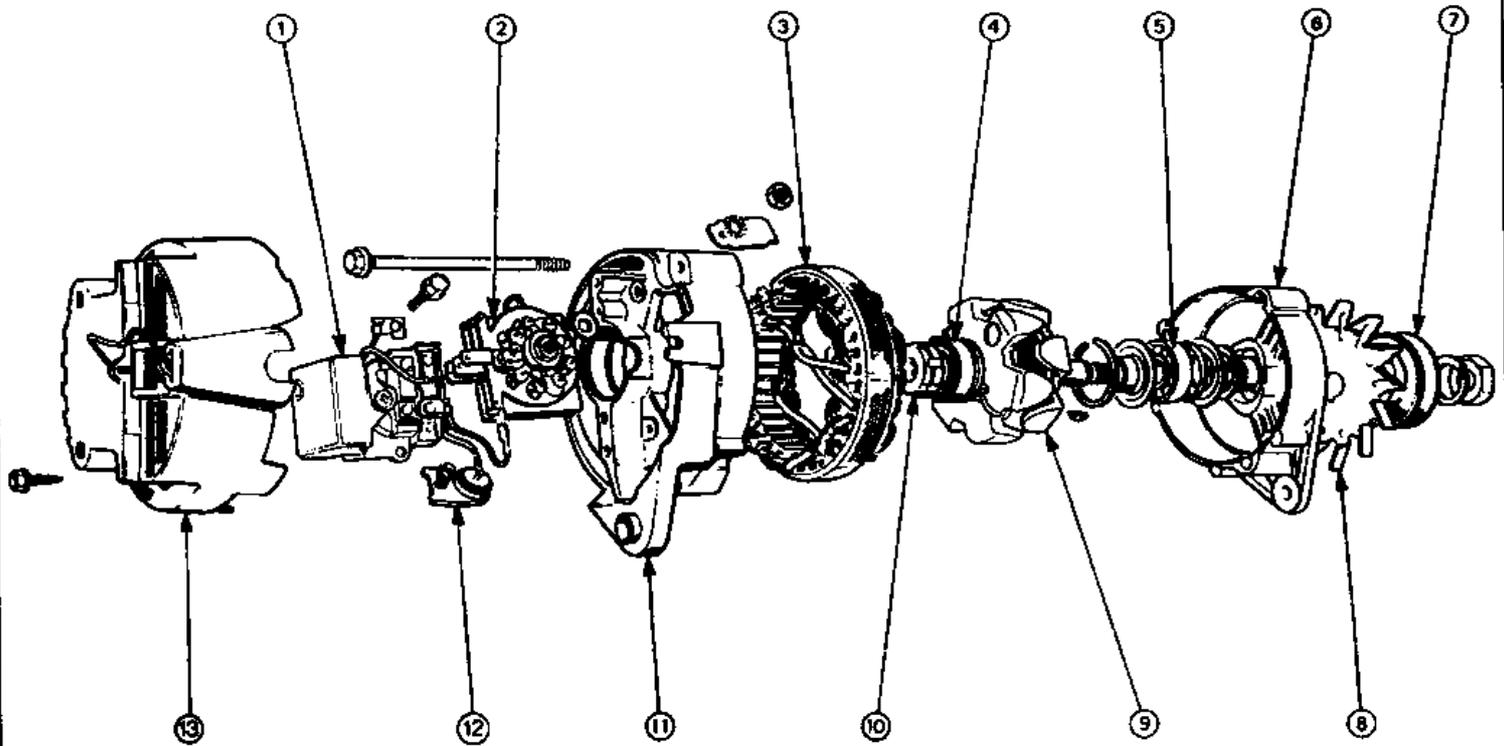

Рис.10.3. Генератор Lucas (Разд.6 и 13)
1. Обратитесь к рис. 10.3 и выверните два винта, крепящих заднюю крышку генератора. Снимите заднюю крышку.